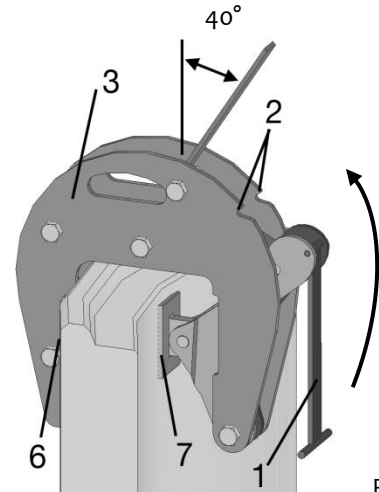
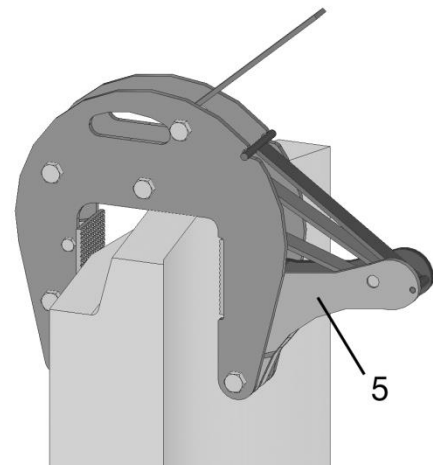

Fig. 2
Fig. 3
- Gire el soporte del abridor (1) hacia arriba (Fig. 2) y bloquéelo en las dos ranuras (2) del soporte exterior (3): La abrazadera está ahora bloqueada en el ancho máximo de apertura (Fig. 3). Al ajustar, asegúrese de que las **bandas/cadenas de tensión estén descargadas y no retorcidas.**
- Desbloquee todos los soportes abiertos (1) y bájelos: las palancas de ángulo (5) son movidas hacia adelante por los resortes.
- Las dos mordazas de sujeción (6) y (7) deben estar en contacto con el anillo en toda su superficie (Fig. 2). Levante el anillo del eje unos 10 cm.